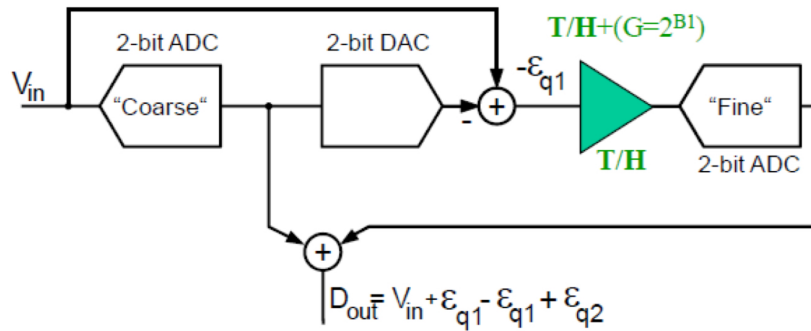

图 2.2: 余量放大传输原理图
- **余量传输：** 如图2.2所示，正常需要将数字量经过 DAC 转回模拟域，但考虑 SAR 采用电容开关阵列，可以加一位电容，利用 SAR 本身开关阵列实现 DAC，得到余差。即纯 SAR ADC 的开关阵列正常需要 $N-2$ 位电容，但若利用电容开关阵列实现 DAC 功能，应当考虑 $N-1$ 位电容，这就造成了前后级的结构不同，因为最后一级只需实现纯 SAR ADC，无需再转换回模拟域。